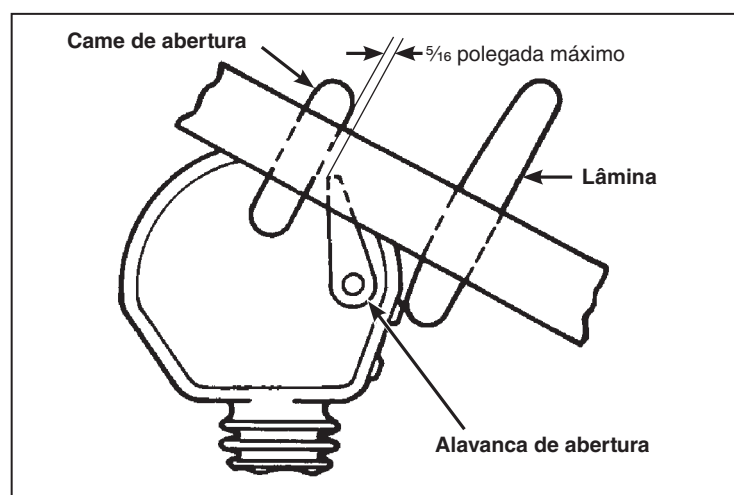

Figura 41. Conjunto da lâmina movendo-se na direção de fechamento.
- Na movimentação da lâmina na direção de fechamento, o vão entre o came de abertura da lâmina e a alavanca de abertura do interruptor deve estar dentro do limite mostrado. Ver Figura 41.